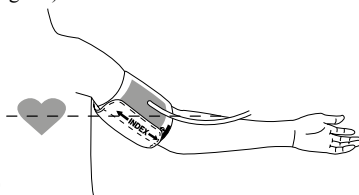

Fig. 10
- g. Distendere il braccio sul tavolo (il palmo della mano dovrà essere rivolto verso l'alto) in modo tale che il bracciale si venga a trovare all'altezza del cuore. Aver cura di non piegare nessun tubo (Fig. 10).